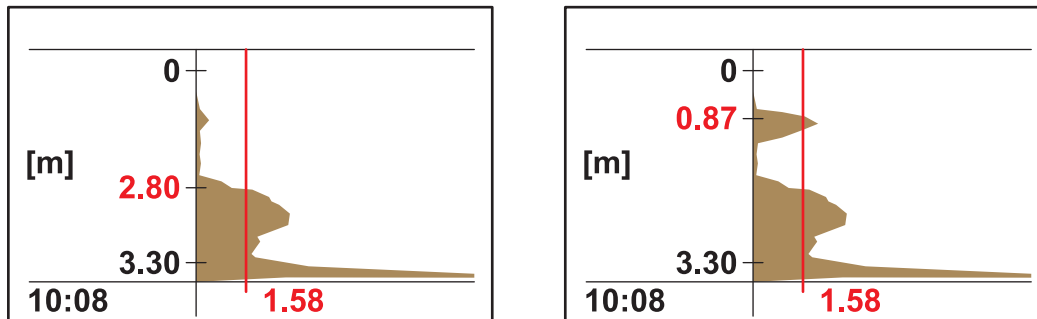

Abbildung 9 Messort festlegen
- Befinden sich in der Tiefe der Störreflexe in der PROFIL-LISTE erhöhte Werte, die den Messwert beeinflussen, muss ein anderer Messort gewählt werden. Manchmal reicht es, die Sonde um wenige Zentimeter zu versetzen (siehe Abbildung 9 rechts).
- Stören die Reflexe den Messwert nicht kann dies ein geeigneter Messort sein (siehe Abbildung 9 links).